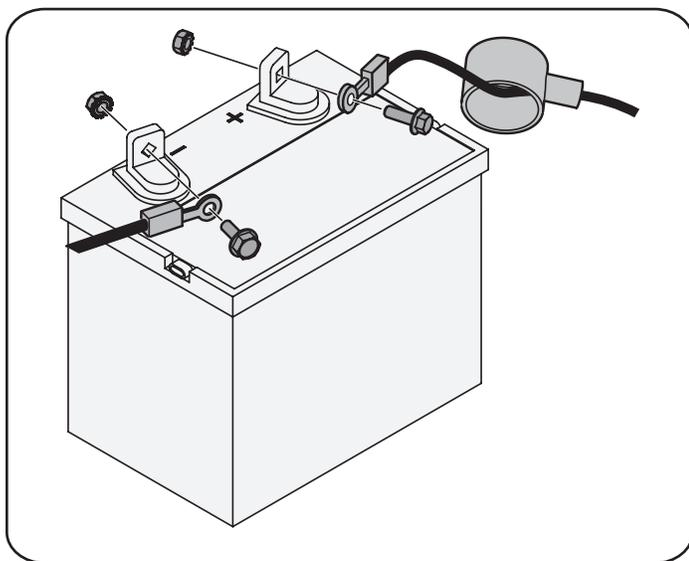

Figure 1
1. Quite la cubierta de plástico, si está presente, desde el terminal positivo de la batería y conectar el cable rojo al terminal positivo de la batería (+) con el perno y tuerca hexagonal. Véase la Figure 1.
2. Quite la cubierta de plástico, si está presente, desde el terminal negativo de la batería y conectar el cable negro al terminal negativo de la batería (-) con el perno y tuerca hexagonal. Véase la Figure 1.